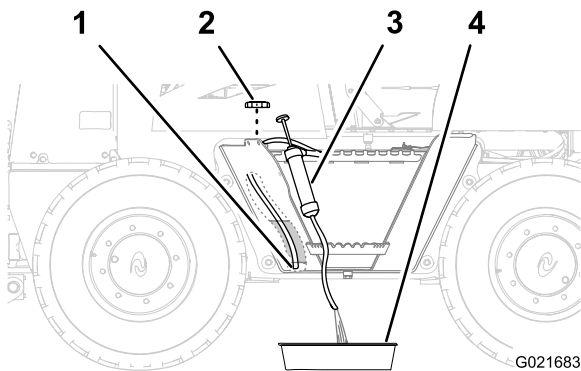

Figure 52
1. Enlevez le bouchon du réservoir de carburant (Figure 52).
2. Faites passer le flexible du matériel d'aspiration par le goulot de remplissage du réservoir de carburant et poussez l'extrémité jusqu'au fond du réservoir (Figure 52).
3. Dirigez le flexible d'évacuation du matériel d'aspiration dans un bac de vidange (Figure 52).
6. Remettez le bouchon sur le goulot de remplissage du réservoir de carburant (Figure 52).